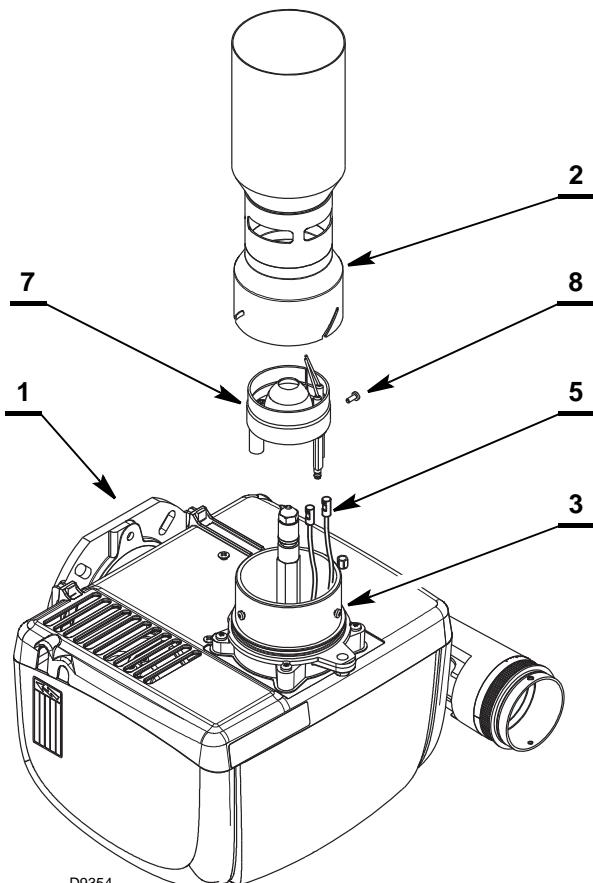

Fig. 30
- enganchar el quemador a la brida 1) (Fig. 30), desenroscar los tornillos 3) y extraer el tubo llama 2);